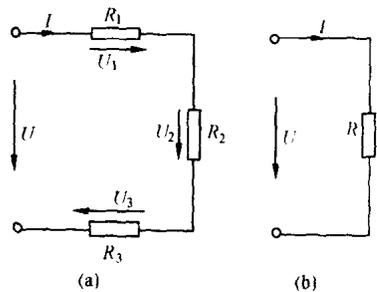

图 1-3 电阻的串联
两个及以上电阻依次首尾相连接，使电路电流只有一条通路的连接方法，称为电阻串联，如图 1-3 所示。
**【例 1-5】** 在图 1-3 中，若  $U = 140\text{V}$ ， $I = 4\text{A}$ ， $R_1 = 10\Omega$ ， $R_2 = 15\Omega$ ，求  $R_3$  和  $U_3$ 。